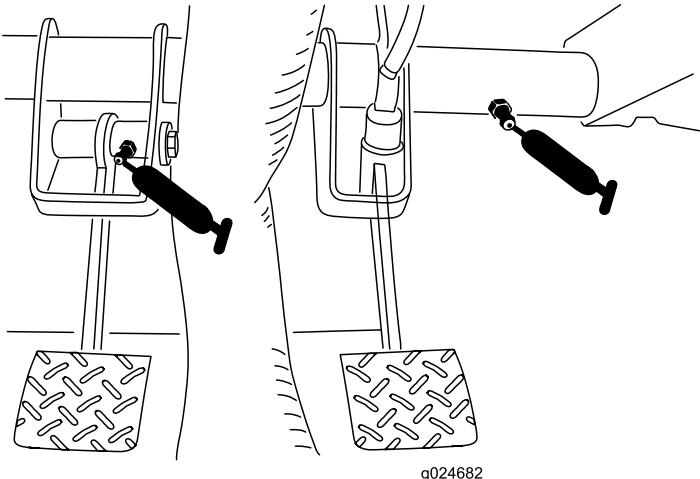

Figure 41
- Embrayage (1) et frein (1) (Figure 41)